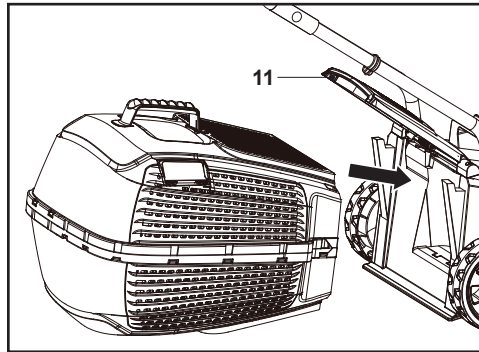

Fig. 5
4. Antes de instalar a caixa de recolha de relva no corta-relva, certifique-se de que o motor está desligado e de que a lâmina não está a rodar. A caixa de recolha de relva tem de ser fixada aos dois ganchos do corta-relva. Abra o defletor de relva (11) com uma mão e fixe a caixa de recolha de relva com a outra, conforme apresentado na Fig. 5. O defletor de relva é mantido contra a caixa de recolha de relva por uma mola.